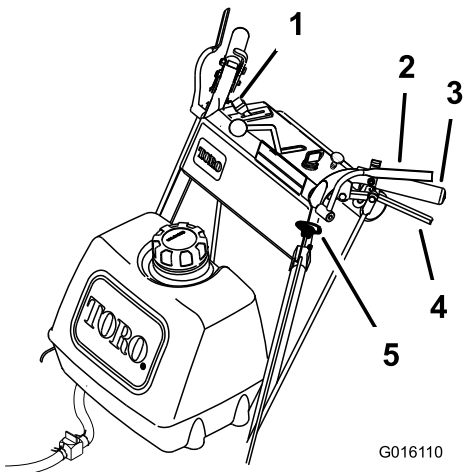

Рисунок 12
1. Чтобы включить ножи газонокосилки, прижмите рычаги контроля присутствия оператора (КПО) к захватам рукоятки (Рисунок 12).
1. Нажмите ручку управления ножами (РТО) вниз, в положение Выкл. (Рисунок 12).
2. Если рычаг управления ножами включен, отпускание рычагов контроля присутствия оператора (КПО) приведет к останову двигателя и ножей (Рисунок 12).